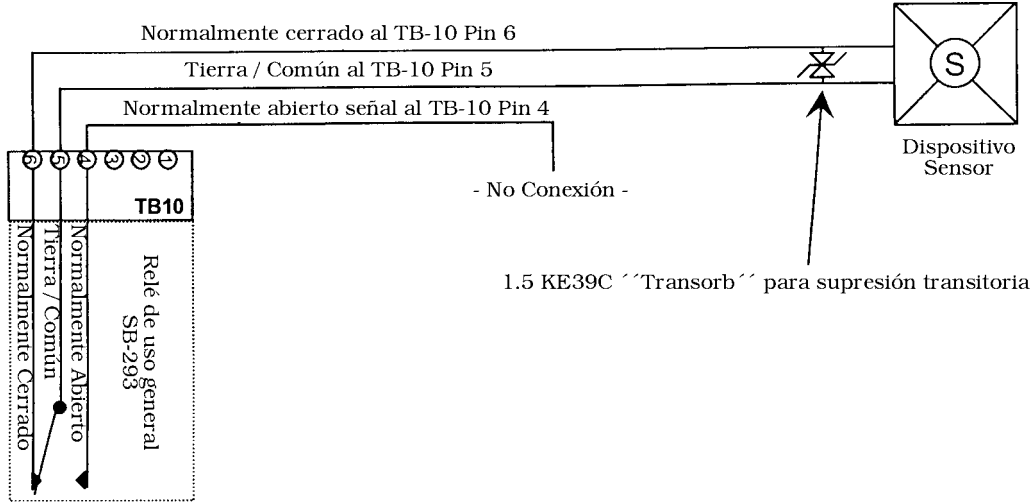

Figura 17: Salida de Uso General – Relé Normalmente Cerrado
- Vea Figura 17 para un dibujo de ejemplo de Salida de Uso General (GP) Normalmente Cerrado